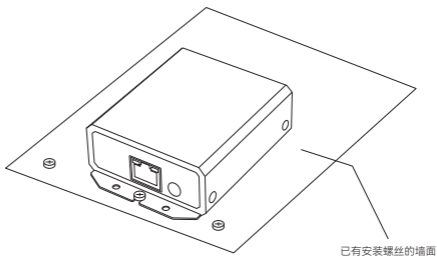

图3-5 产品安装示意图
(2) 卡入产品后，可能还会有余量，请拧紧螺丝。如图3-5示；